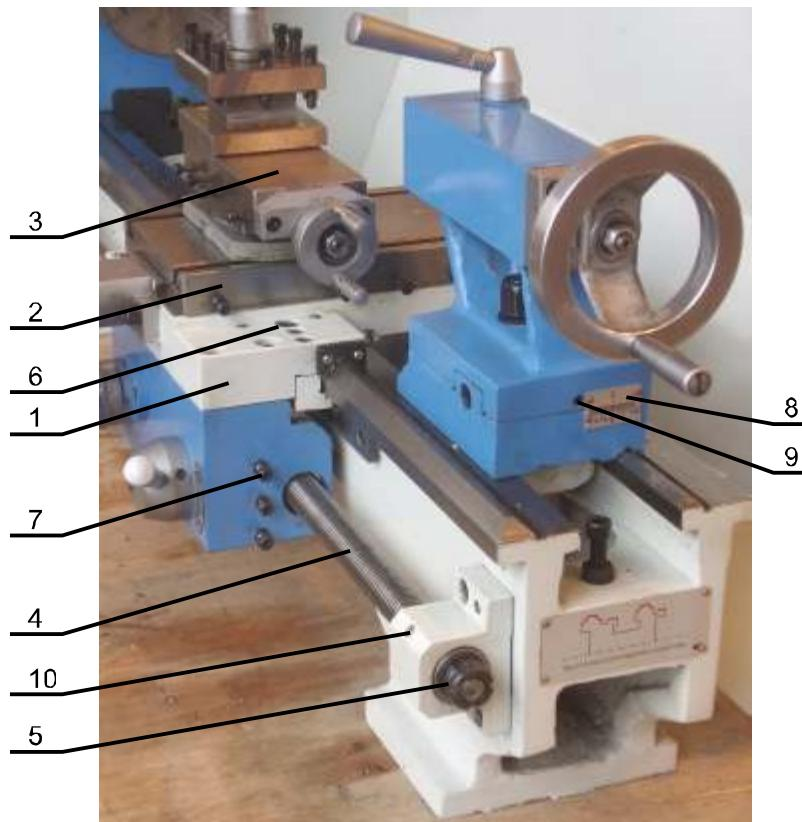
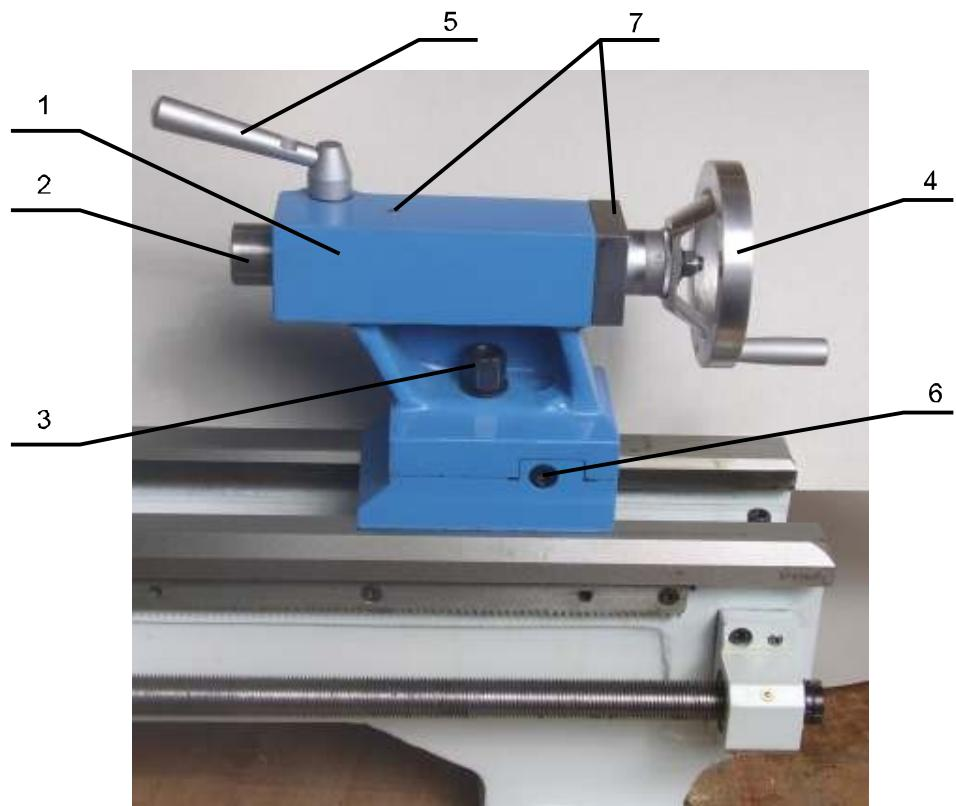

Рисунок 4
Рисунок 6
Каретка 1 (рисунок 4) является базирующим элементом суппорта. Она изготовлена из высокосортного чугуна. Продольные направляющие каретки отшлифованы и точно сопряжены с направляющими станины. Необходимый зазор между направляющими станины и каретки обеспечивается прижимными планками, расположными на нижней плоскости каретки.
Поперечные салазки 2 (рисунок 4) установлены на верхних (поперечных) направляющих каретки соединением «ласточкин хвост», зазоры в соединении регулируются клином. Перемещение салазок обеспечивается вращением маховика. Для отсчета величины перемещения салазок на маховике имеется лимб.
Верхние салазки 3 (рисунок 4) установлены на поперечные салазки через поворотную шлицу и могут устанавливаться под углом к оси вращения шпинделя. Перемещение подвижной части верхних салазок производится вращением маховика. Для отсчета величины перемещения салазок на маховике имеется лимб.
Ходовой винт 4 (рисунок 4) расположен вдоль передней части станины и служит для продольной автоматической подачи. С левой стороны он соединен с коробкой передач. Ходовой винт имеет две подшипниковые опоры. Осевой зазор в опорах регулируется гайками 4 (рисунок 4).
Задняя бабка 1 (рисунок 6) базируется (перемещается) на плоской и V-образной направляющих станины и может быть зафиксирована от перемещения затягиванием гайки 3 (рисунок 6) зажимного устройства. Задняя бабка имеет выдвижную пиноль 2 (рисунок 6) с конусным отверстием Морзе № 2 и градуированной шкалой, нанесенной на наружной поверхности пиноли. Жесткость задней бабки рассчитана на тяжелые режимы работы. Пиноль перемещается вращением маховика 4 (рисунок 6), расположенного на заднем торце бабки, и может быть зафиксирована в нужном положении рукояткой 5 (рисунок 6) механизма зажима пиноли.
Для блокировки перемещения суппорта затяните винт 6 (рисунок 4), для разблокировки – ослабьте.
Перемещение задней бабки по направляющим станины производится вручную. Ослабьте гайку 3 (рисунок 6) зажимного устройства бабки, передвиньте бабку в нужное положение, снова затяните гайку.
Выдвижение шиноли 2 (рисунок 6) из корпуса бабки и уточнение ее обратно в корпус производится вращением маховика 4 (рисунок 6). Рукояткой 5 (рисунок 6) ослабьте зажим пиноли, вращая маховик переместите пиноль на нужный размер, зажмите пиноль поворотом рукоятки.
Регулировка смещения задней бабки от оси вращения шпинделя производится при точении конусных поверхностей. Величина смещения определяется по шкале 8 (рисунок 4), находящейся на заднем торце основания бабки. Смещение производится при помощи двух винтов 6 (рисунок 6), расположенных на боковых поверхностях основания бабки с обеих сторон. Ослабьте стопорный винт 9 (рисунок 4) и гайку 3 (рисунок 6). Ослабьте винт 6 (рисунок 6) с одной боковой стороны бабки и затягивайте аналогичный винт с противоположной стороны пока необходимая величина смещения не отразится на шкале. Затяните стопорный винт 9 и гайку 3.
8.11 Смазку задней бабки производите через смазочные отверстия 7 (рисунок 6) жидкой смазкой.